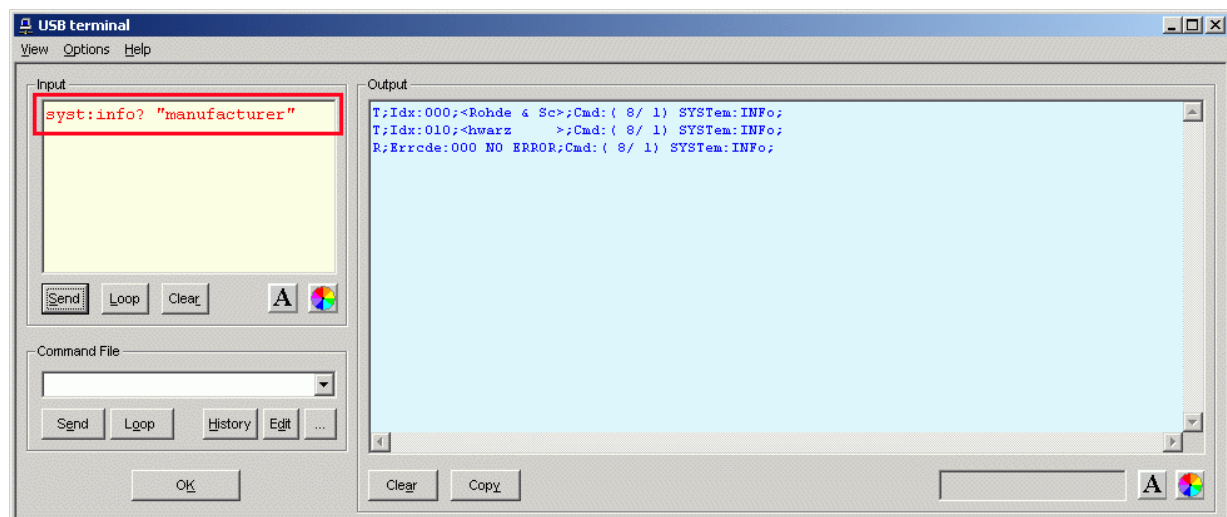

Bild 3-1 Senden von Befehlen über Eingabefeld **Input**
| Bild 3-1 | Senden von Befehlen über Eingabefeld Input .....                   | 3.1  |
- Die Befehle werden in das Eingabefeld **Input** eingegeben (Bild 3-1). Mehrere aufeinander folgende Befehle können zeilenweise untereinander stehen. In Tabelle 3-1 sind die dem Eingabefeld **Input** zugeordneten Buttons beschrieben.